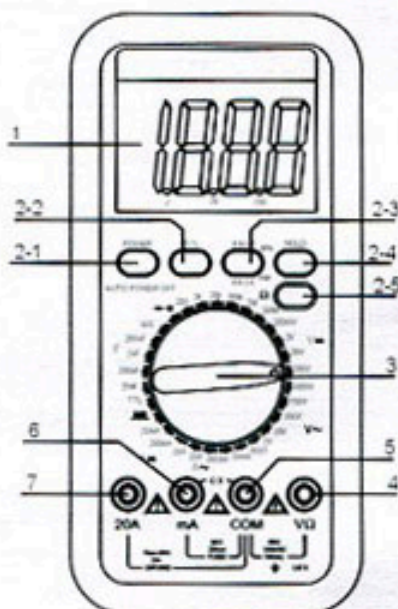

Рисунок 1. Передняя панель прибора.
2. Определите тип транзистора (NPN или PNP), подключив эмиттер, коллектор и базу транзистора к тестовому гнезду (п. 2-3, рис. 1).